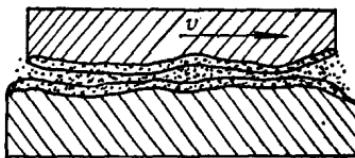

图 2-9 混合摩擦
**4. 混合摩擦（即混合润滑）** 半干摩擦和半流体摩擦都叫混合摩擦(见图 2-9)。半干摩擦是指在摩擦表面同时存在着干摩擦 和 边界 摩擦的情况，半流体 摩擦 是指在摩擦表面同时存在着流体摩擦和边界摩擦的情况。两者都是在润滑剂被部分破坏，出现不连续润滑膜状态下的摩擦。这种摩擦对工作表面的磨损也很大。